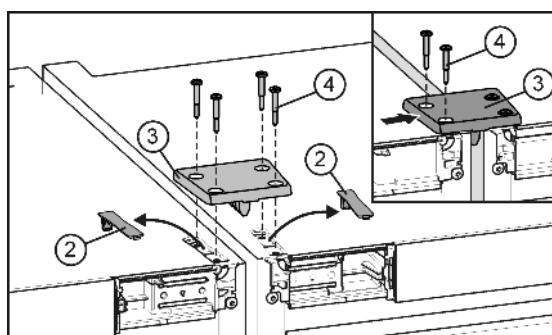

Fig. 5
- ▶ Выдвиньте из зацепления и снимите крышки *Fig. 5 (2)*. С помощью соединительной пластины устройства автоматически выровняются по высоте. Если одно устройство находится выше другого, начните с него.
- ▶ Установите соединительную пластину *Fig. 5 (3)* и закрепите ее на одном устройстве с помощью двух винтов *Fig. 5 (4)*.